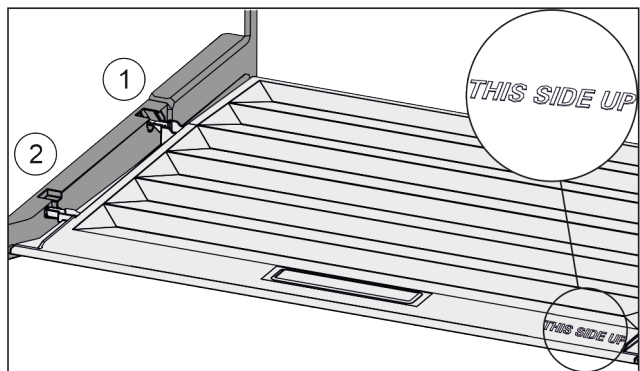

Fig. 77
- ▶ Deckelstege über Öffnung der hinteren Halterung Fig. 77 (1) einführen und vorne in Halterung Fig. 77 (2) einrasten.